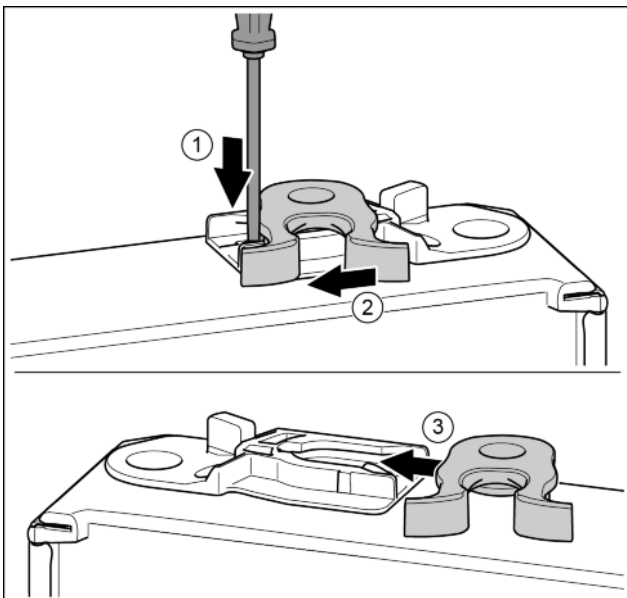

Fig. 18*
- ▶ Plochým šroubovákem přitlačte lamelu dolů.* Fig. 18 (1)
- ▶ Vytáhněte petlici z vedení.* Fig. 18 (2)
- ▶ Petlici zasuňte do vedení na druhé straně.* Fig. 18 (3)